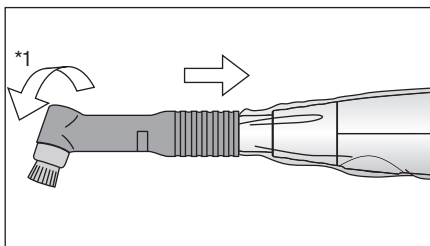

Fig. 3
- 3) Insérez la pièce à main jetable fermement et vérifiez que la connexion soit faite (Fig. 3, 4).
*1 Lors de la fixation/du retrait de la pièce à main jetable, tournez-la dans le sens de la flèche indiquée dans Fig. 3.